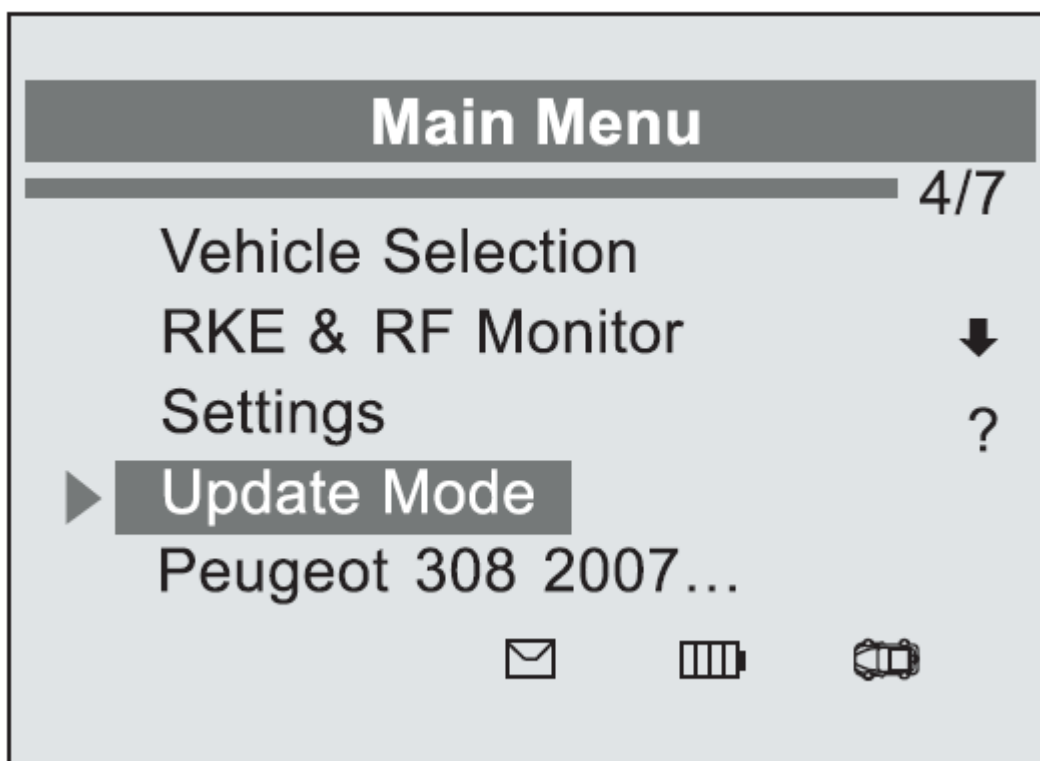

图 5.1
3) 使用 UP / DOWN 滚动按钮从选择更新模式主菜单（图 5.1），然后按 Y 键确认